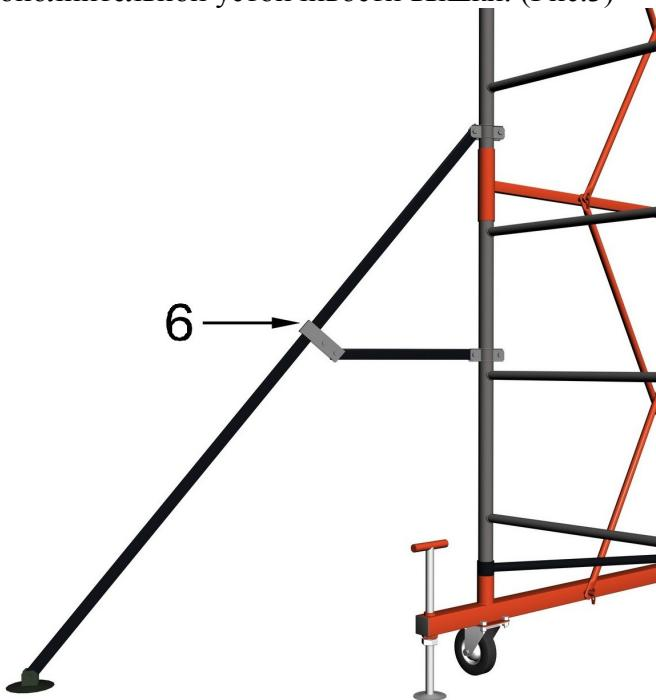

Рис.3
5.1. При сборке вышки высотой от 6.38 метра (4 секции включительно), у основания необходимо закрепить стабилизаторы (8) для дополнительной устойчивости вышки. (Рис.3)